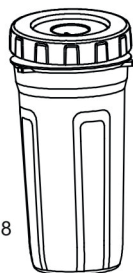

Fig 18
- Indholdet bevares nu i flasken. Fig. 18.